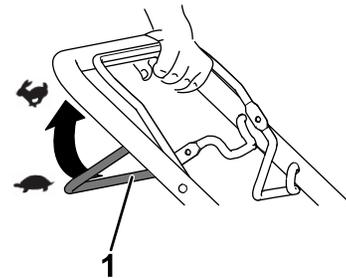

Bild 14
- **Einkuppeln des Selbstantriebs:** Ziehen Sie den Selbstantriebsbügel zum Holm und halten Sie ihn in dieser Stellung fest (**Bild 14**).